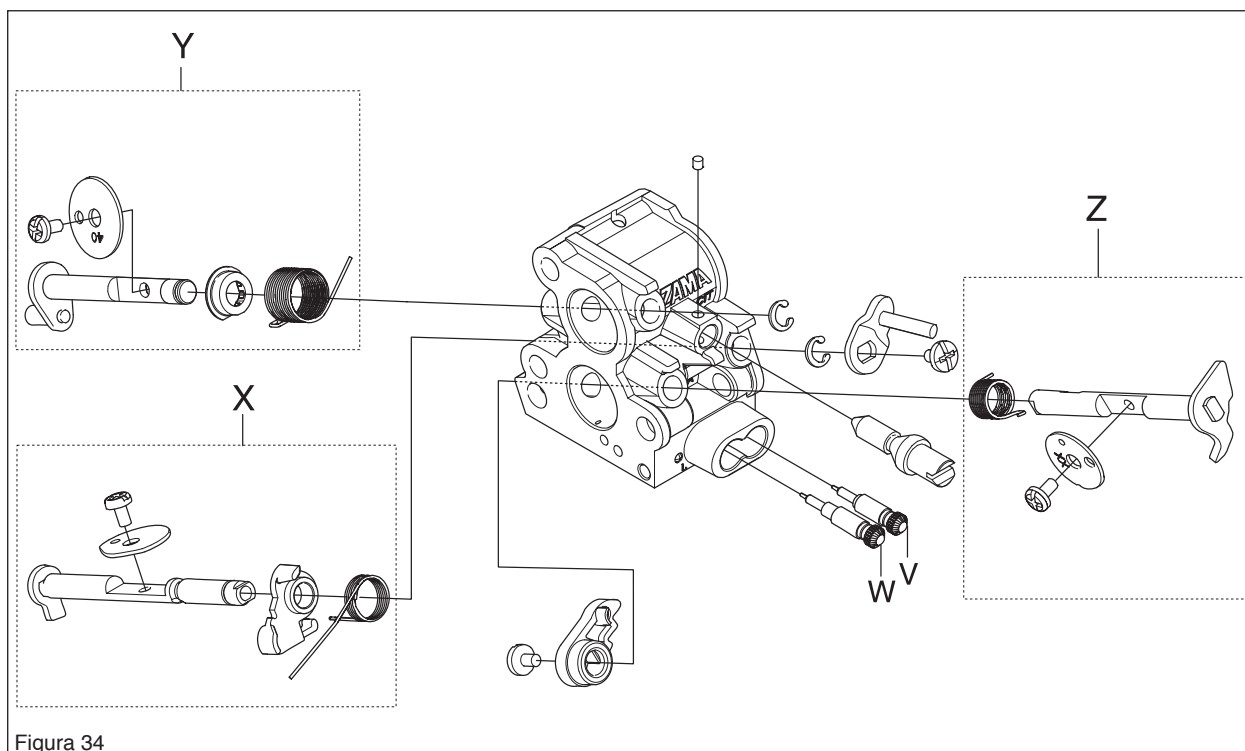

Figura 34
6. Desmonte la cubierta de la bomba (G) encima de la cubierta de la cámara de medición (R) y retire con cuidado la membrana de mando (H) y la junta (J).
7. Desenrosque el tornillo (K) y retire la válvula de aguja (L) con la palanca (M), el eje (N) y el muelle (P).
8. Desenrosque el tornillo (Q) encima de la unidad de bombeo y retire con cuidado la junta (S) y la membrana (T).
9. Utilice una aguja o una herramienta similar para elevar con cuidado el filtro de combustible (U).
10. Desenrosque los tornillos de boquilla superior (V) e inferior (W) (véase la figura 34).
11. Si es necesario, desmonte la válvula de admisión (X), la válvula estranguladora (Z) y el obturador de aire (Y) y retire los ejes con las palancas y los muelles (véase la figura 34).
5. Que las puntas de los tornillos de régimen alto (V) y régimen bajo (W) no estén dañadas. (Ver la figura 34.)